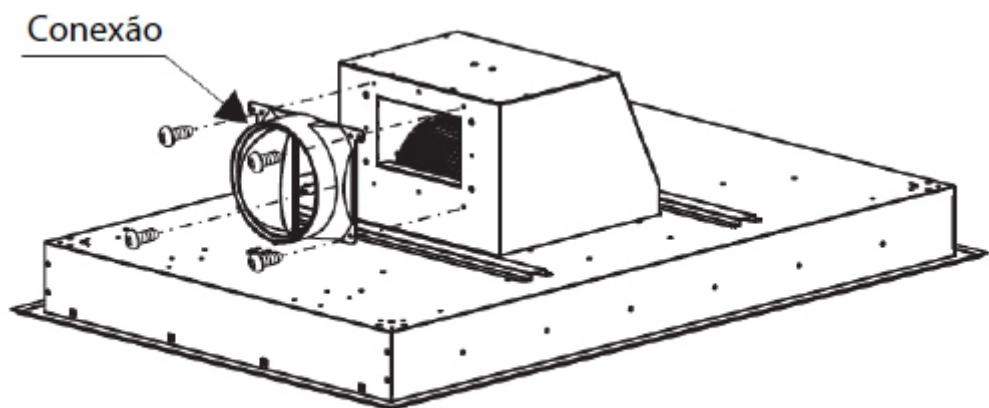

Figura 4
3. Fixe a conexão na saída do motor, usando parafusos grandes 4x ST4 x 8 mm (consulte a figura 4).